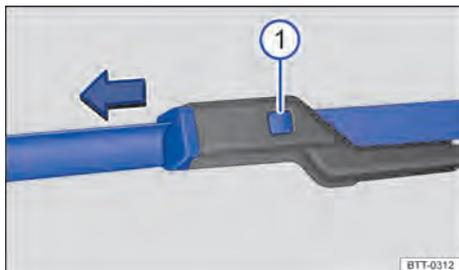

Fig. 180 Substituir as palhetas dos limpadores do para-brisas.
- Manter o botão de destravamento ⇒ Fig. 180 ⓘ pressionado e, ao mesmo tempo, puxar a palheta dos limpadores do para-brisas para fora, no sentido da seta.